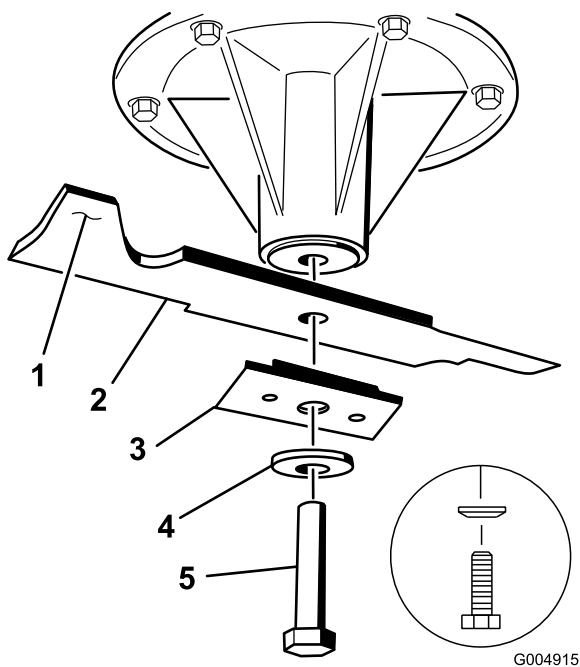

**Figure 57**
2. Pour les tabliers de coupe de 48 pouces, enlevez le boulon de lame, la rondelle bombée et la lame de l'axe de pivot (Figure 57).
3. Si la lame reste horizontale, elle est équilibrée et peut être utilisée. Si la lame est déséquilibrée, limez un peu l'extrémité de la partie relevée seulement (Figure 57).
1. Placez la lame sur l'axe (Figure 57).
**Important:** Pour obtenir une coupe correcte, la partie relevée de la lame doit être tournée vers le haut et dirigée vers l'intérieur du tablier de coupe (Figure 57).
2. Sur les tabliers de coupe de 48 pouces, montez la lame, la rondelle bombée et le boulon de lame (Figure 57).